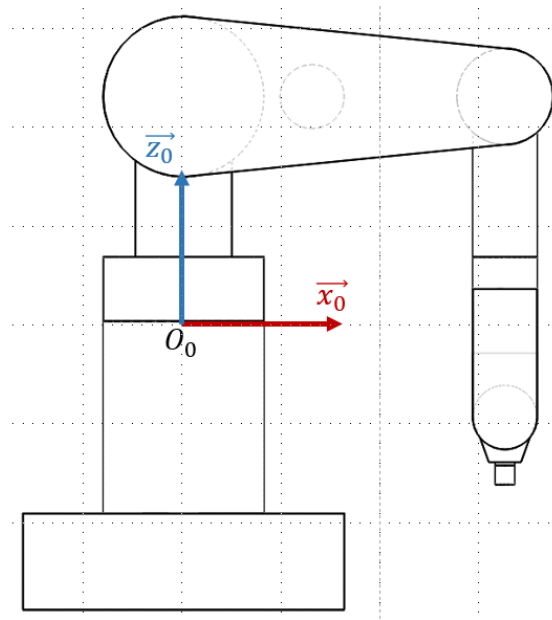

Figure 3 – Définition de l'origine de l'assemblage et de la pose de référence du robot
- **Définition d'un solide « base » positionné par rapport à l'origine du repère.** Dans notre cas, la base sera fixe par rapport à l'origine de l'assemblage et orientée comme présenté figure 3.
- **Définition d'une pose de référence :** on ajoute autant de contraintes que nécessaire dans l'assemblage afin de contraindre totalement l'assemblage dans la pose de référence voulue (voir figure 3). On supprime ensuite ces contraintes supplémentaires afin de libérer les degrés de liberté voulus.